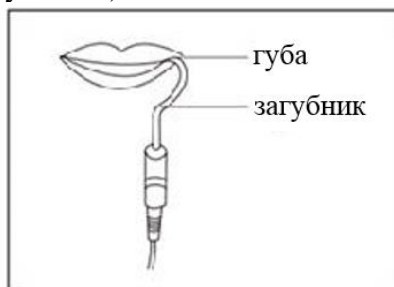

Рисунок 22
- 4.6.4 Повесьте загубник на губу, убедитесь, что он касается слизистой оболочки полости рта (см. Рисунок 22).